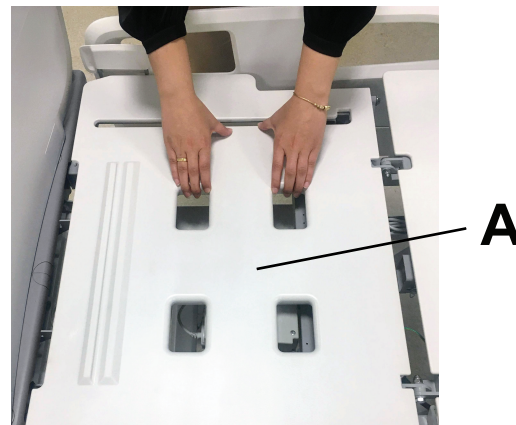

Figura 7 – Scoaterea husei suportului pentru gambe
1. Scoateți husa suportului pentru gambe (A) (Figura 7).